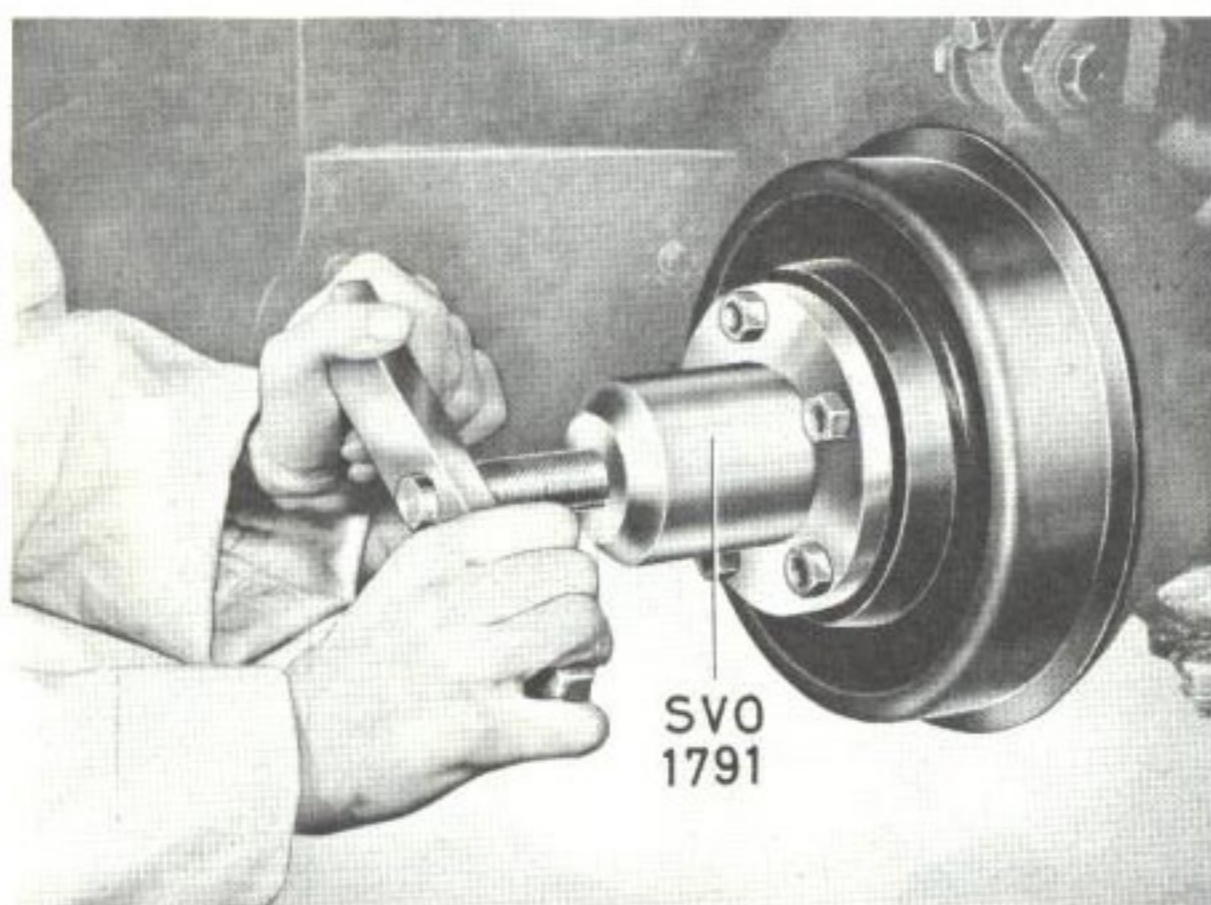

Bild 26. Demontering av nav
2. Lossa parkeringsbromsen. Dra av navet med verktyg SVO 1791, se bild 26.